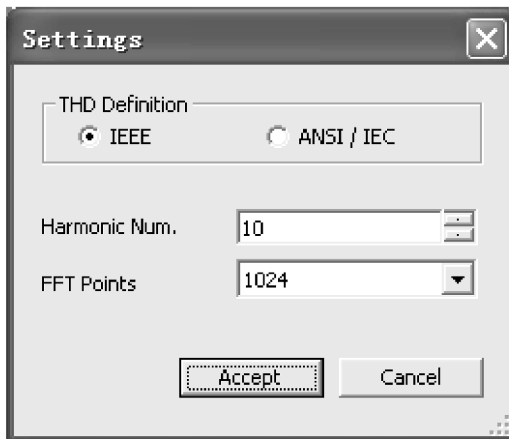

图 3-47 设置测试参数对话框
- (1) Total Harmonic Distortion (THD) 栏的功能是显示总谐波失真的值。
- (2) Display 区 单击 Display Mode 区中的 ☐ % 按钮或 ☐ dB 按钮可以选择 “Total Harmonic Distortion (THD)” 栏的值是用百分比表示, 或是用分贝数表示。
- (3) Fundamental Freq. 栏的功能是设置基频。
(4) Controls 区: 按钮 ☐ THD 的功能是选取测试总谐波失真。按钮 ☐ SINAD 的功能是选取测试信号信噪比, 即 S/N。按钮 的功能是设置测试的参数, 单击该按钮后屏幕出现如图 3-47 所示的对话框。